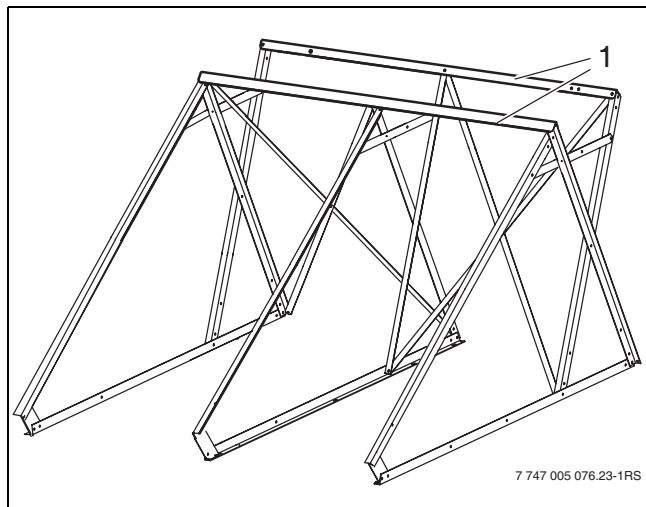

Bild 22 Aufgewinkel-Speicher befestigen
- ▶ Aufgewinkel-Speicher (Bild 22, [1]) zunächst nur rechts und links an die Windstrebenkreuze und Trägerschienen-Speicher anschrauben